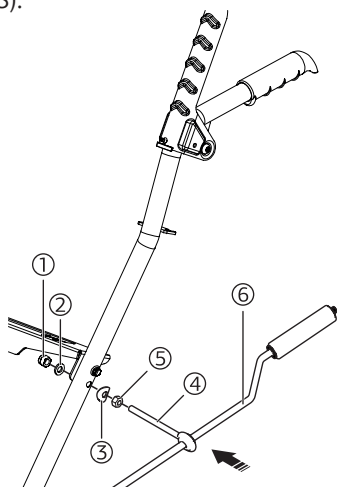

Рис. 8
6. Присоедините рукоятку (6) поворотного желоба к левой ручке при помощи крепежных элементов: гайка с шайбой М8 – 1 шт. (5); фигурная шайба D8 – 1 шт. (3); шайба D8 – 1 шт. (2); гайка М8 – 1 шт. (1) (Рис. 8).